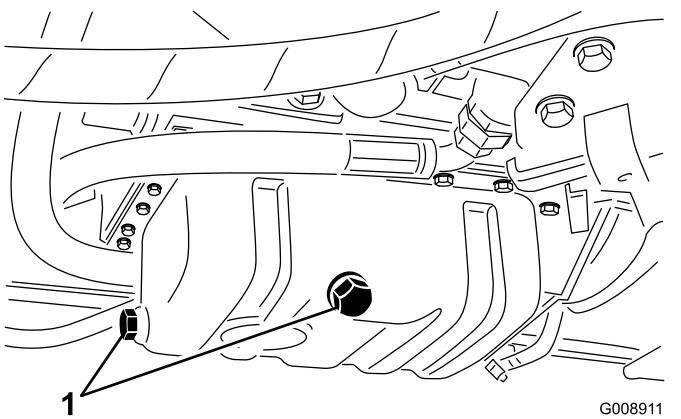

Bild 53
1. Entfernen Sie eine der Ablassschrauben (Bild 53) und lassen Sie das Öl in die Auffangwanne ab. Schrauben Sie die Ablassschraube wieder ein, nachdem das Öl abgelaufen ist.